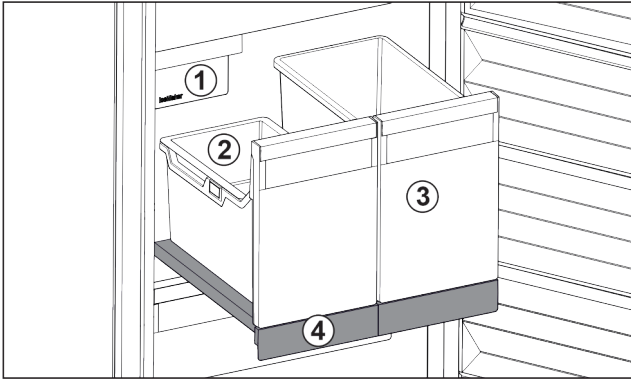

Fig. 40 Витяжна панель IceTower
На витяжній панелі є два високі резервуари (IceTower). В резервуарі Fig. 40 (2) кубики льоду з IceMaker збираються та зберігаються. Резервуар Fig. 40 (3) придатний для зберігання високих харчових продуктів, таких як піца та алкогольні напої.